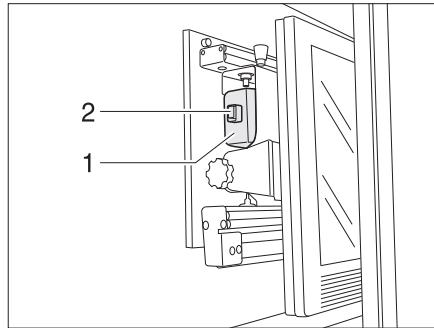

Fig. 9 Supporto nel mobiletto porta TV
- Ruotare il televisore nella posizione iniziale (Fig. 9) ed ev. farlo innestare.
- Spingere l'impugnatura dello supporto per lo schermo piatto (Fig. 9,1) all'indietro. Il chiazzello (Fig. 9,2) scatta all'indentro.